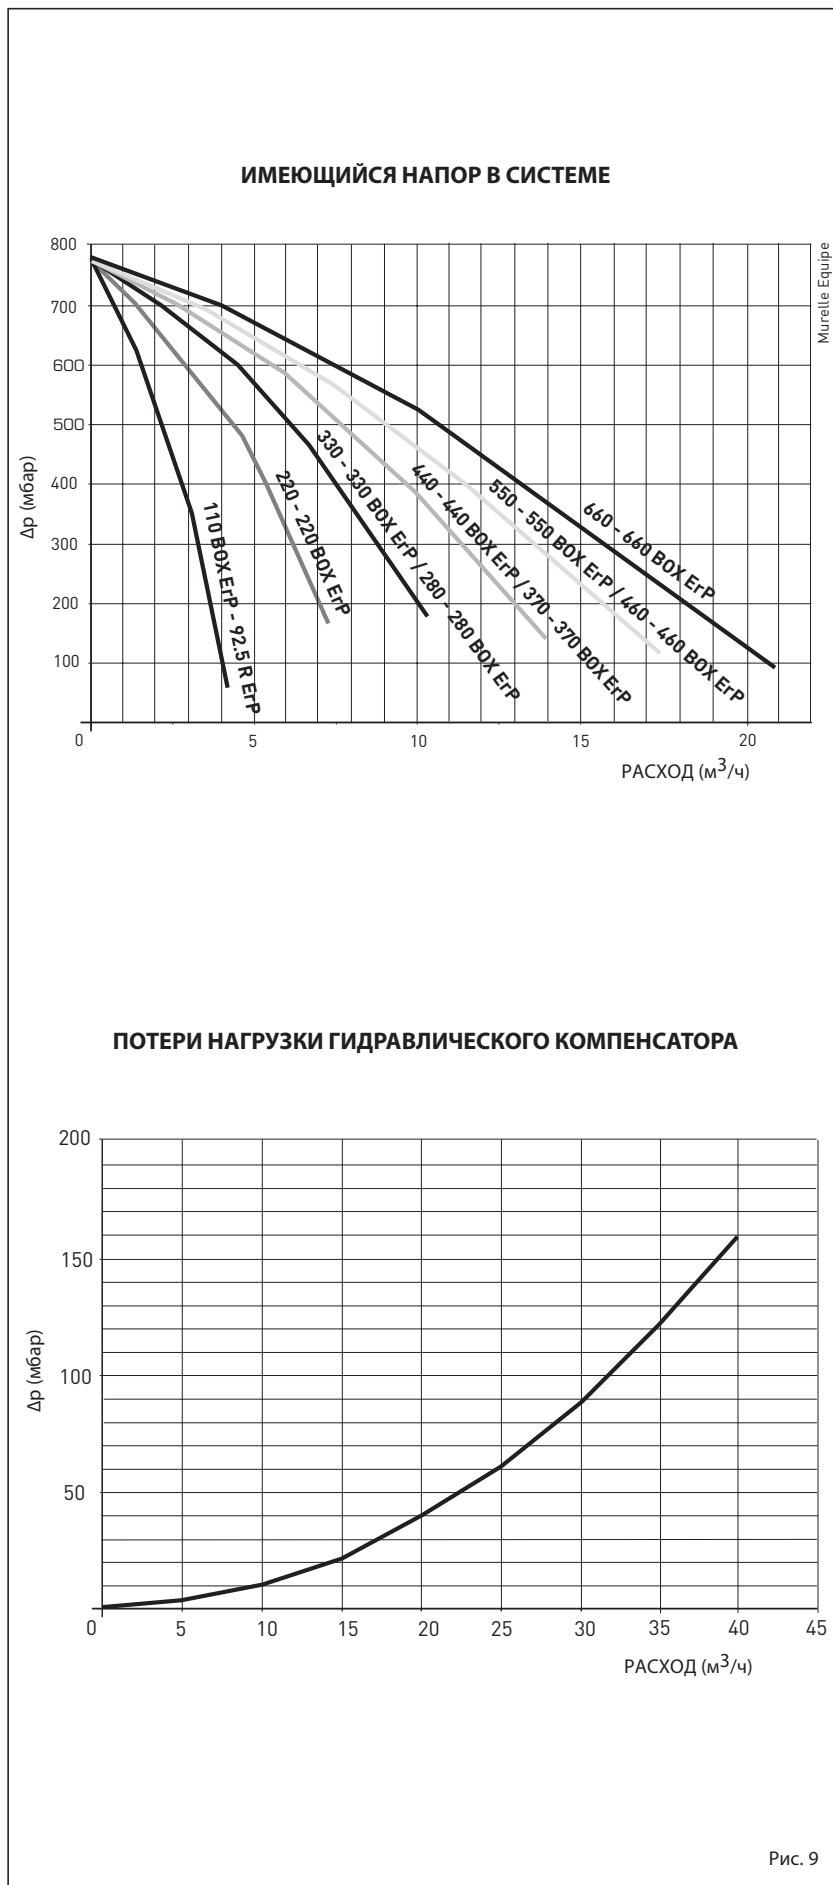

Рис. 9
2.10 ИМЕЮЩИЙСЯ НАПОР В УСТАНОВКЕ (рис. 9)
Остаточный напор на соединениях подачи и обратки генератора представлен, в зависимости от расхода, на графике рис. 9.
Потери нагрузки гидравлического компенсатора указаны в диаграммах на рис. 9.